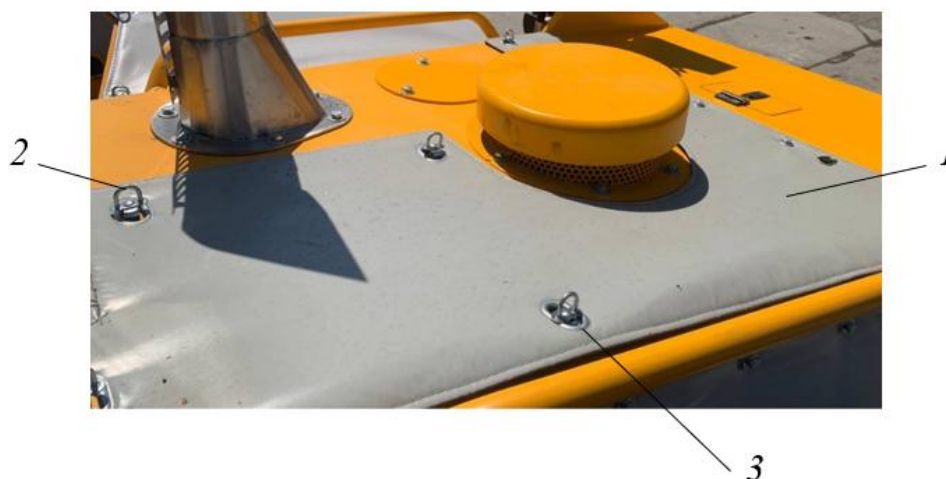

Рисунок 3.117. Закрытое положение чехлов сверху на капоте
- ▶ Расправить чехол поз. 1, рис. 3.117.
- ▶ Продеть люверсы чехла поз. 3 на поворотные скобы поз. 2 в рис.3.117.
- ▷ Чехол смонтирован, см. рис. 3.117.